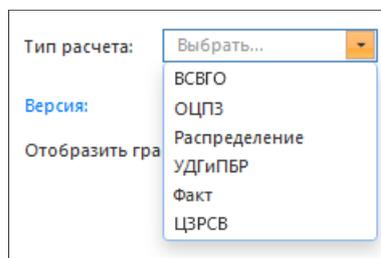

Рисунок 4.4.21 – Выбор типа расчета
- Блок (13) (рис. 4.4.1) позволяет пользователю выбрать необходимый тип расчета – «Факт», «Распределение», «ЦЗРСВ», «ВСВГО» и прочие (рис. 4.4.21).